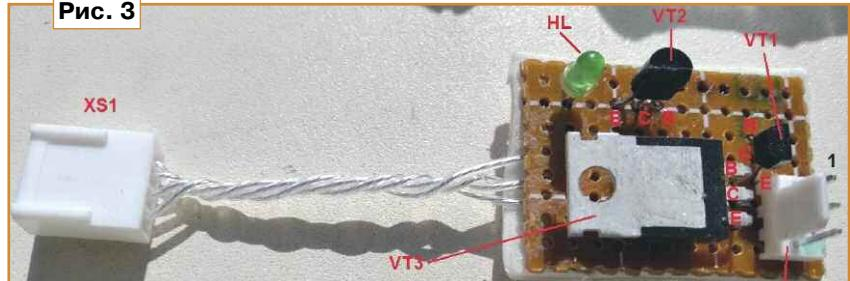

Рис. 3
**(рис. 3).** При сборке использованы конденсатор и резисторы для поверхностного монтажа типоразмера 1206. Не показанный на схеме светодиод не является функционально обязательным. Он служит для индикации работы устройства и катодом подключен к линии питания GND, а анодом — через резистор сопротивлением 1 кОм к контакту "+12V" разъема XP1.